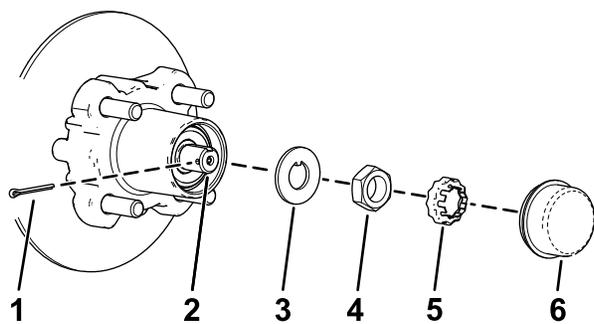
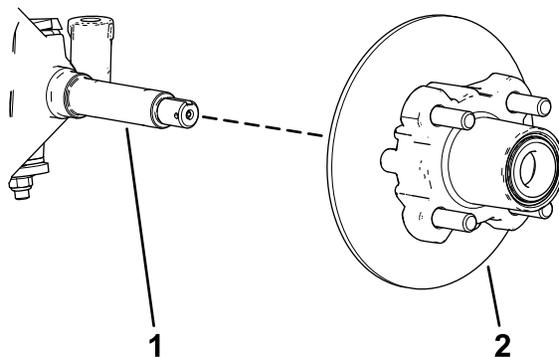

图 31
图 32
4. 从轮毂上卸下防尘盖图31。
5. 从主轴和主轴螺母上卸下开口销和螺母卡环图31。
6. 从主轴上卸下主轴螺母将轮毂和转子总成从主轴上分开图31和图32。